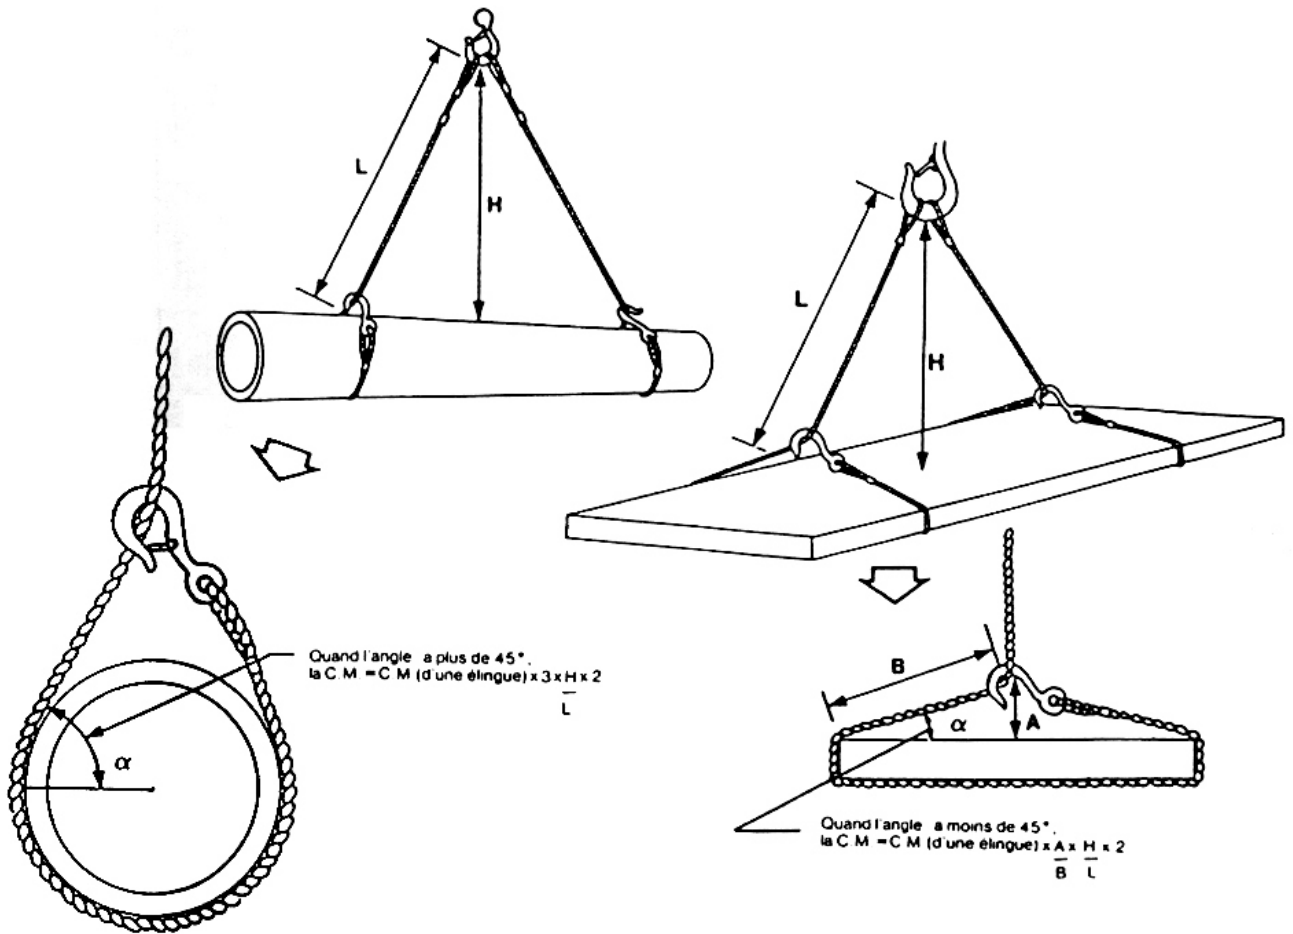

Figure 9 – Evaluation de la capacité d'une attache à double étranglement
- **Attache à double étranglement** (voir figure 9)